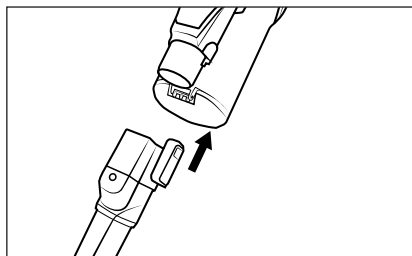

Fig. 14
- ◆ Faites glisser l'accessoire sur le tube d'aspiration **24** ou sur l'orifice d'aspiration de l'appareil jusqu'à ce qu'il s'enclenche de manière audible avec un bruit de clic (voir fig. 14). Veillez ce faisant à respecter la bonne position du verrouillage.